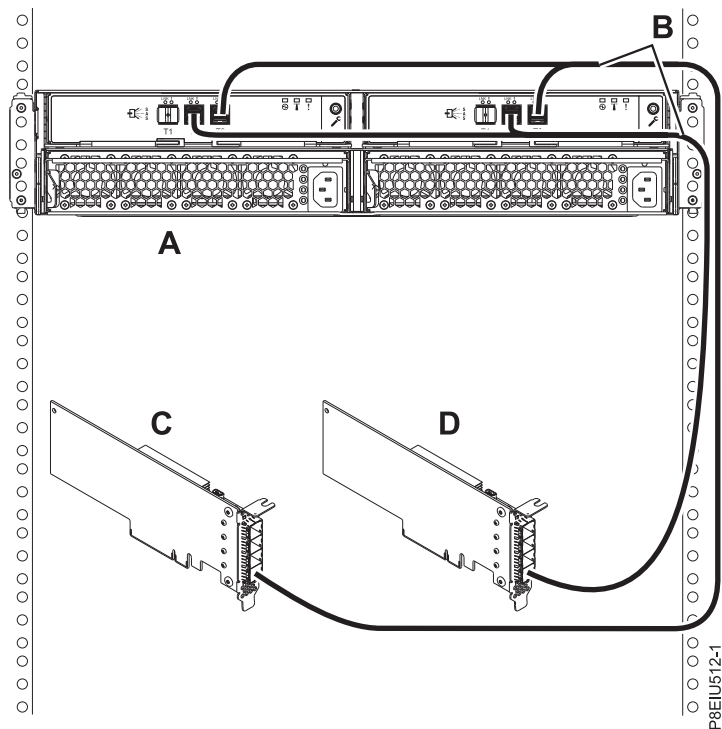

Рисунок 17. Подключение Блок памяти ESLL или ESLS к двум независимым адаптерам SAS FC EJ0J или FC EJ0M с помощью кабелей YO12 (режим 2)
17. Подключите один корпус (A) с помощью кабелей YO12 (B) к двум независимым адаптерам SAS FC EJ0J или FC EJ0M (C и D) в режиме 2 (см. рис. 17 на стр. 18). Затем перейдите к разделу “Подключение кабелей данных, кабелей питания и установка крышек” на стр. 21.
- Независимый адаптер SAS 1 (C) не обладает доступом к другому независимому адаптеру и может обращаться только к отсекам накопителей D1 - D12.
- Независимый адаптер SAS 2 (D) не обладает доступом к другому независимому адаптеру и может обращаться только к отсекам накопителей D13 - D24.